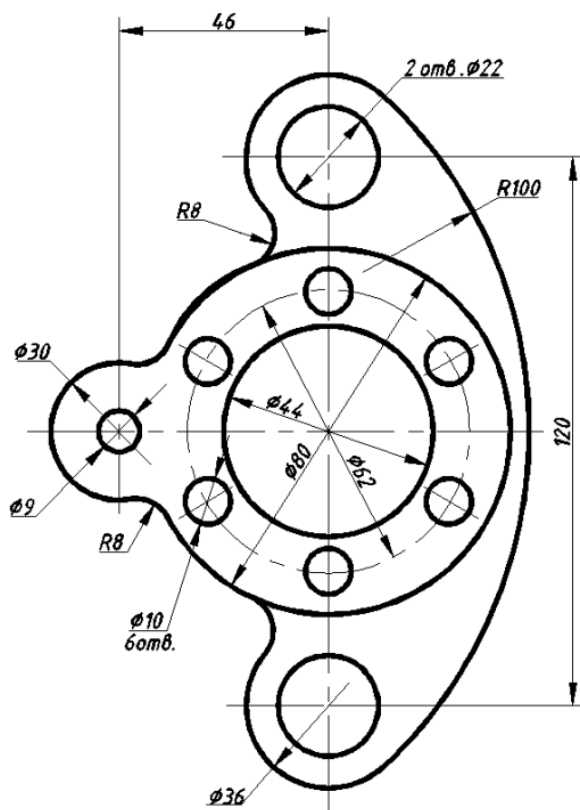

Рисунок 8.16 – Розміри деталі
14. Обрати шар розміри та проставити необхідні вертикальні і горизонтальні лінійні розміри на кресленні за допомогою команди **РЗМЛИНЕЙНЫЙ** та радіальні розміри – **РЗМДИАМЕТР** і **РЗМРАДИУС** (рис. 8.16).